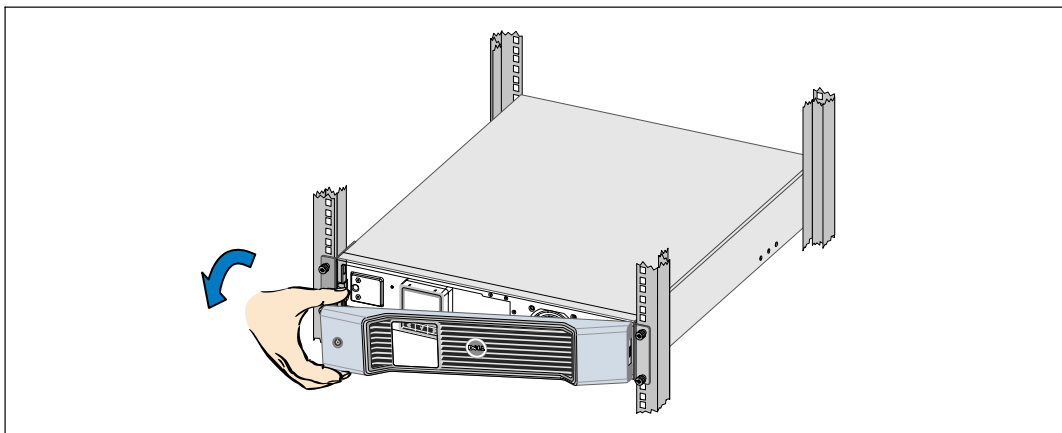

図 34. UPSのフロントカバーの取り外し方法
- 3 UPSのフロントカバーを取り外します（図 34を参照）。